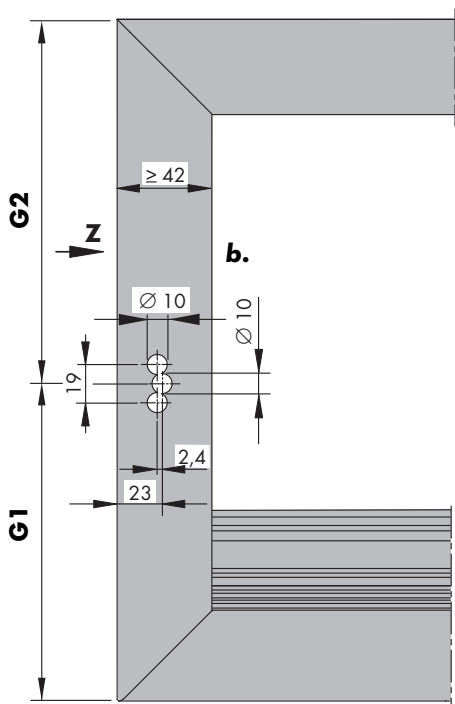

Bild 1
- b. Profilbearbeitung für Hebel Globe RR vornehmen (Bild 1+2).
- a.** Adapter (6/7) auf ESG ALU M6/ESG ALU FBS M6 positionieren (Bild 1).
- b.** Adapter (6/7) mit Senk-Blechschauben B3,9 x 13 am ESG ALU M6/ESG ALU FBS M6 fest schrauben (PZ 2, Drehmoment 2,5 Nm ± 0,25 Nm) (Bild 1).